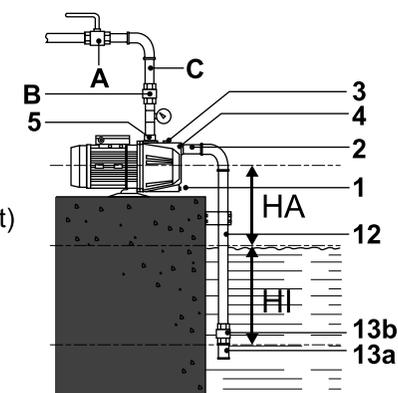

Fig.2
- > Fixez le connecteur du tuyau à la buse de sortie [4] (Fig. 2).
- > Brancher le tuyau d'aspiration d'eau (déjà rempli d'eau) à l'entrée de la pompe et faire le complément en eau dans le corps de pompe et en vérifiant bien que l'eau déborde. Revisser le bouchon d'amorçage (fig.2).
- > Ouvrez le clapet d'isolation (Fig. 2, A) et faites couler l'eau (du robinet) dans le tuyau de manière à le vider de son air.